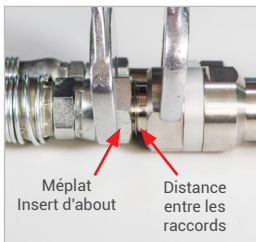

Figure 7
- ▶ Ne pas couvrir la zone entre les raccords (*Figure 7*). La pression doit pouvoir s'échapper sans entraves pendant le desserrage. Veiller à respecter une distance de sécurité suffisante par rapport au corps, au visage et aux mains lors du desserrage du raccord.
- ▶ Desserrer le raccordement du flexible de remplissage sur le raccord en « B2 » de l'insert d'about (pos. 7) du break-away. Pour ce faire, exercer une contre-pression sur le méplat SW(2) de l'insert d'about (*Figure 7*).
Attention : ne pas couvrir la zone située entre le flexible de remplissage et le break-away (*Figure 7*).